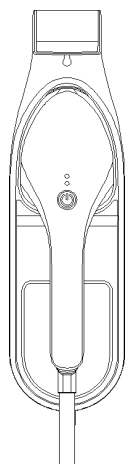

Figura 1
1. Coloque el soporte horizontalmente sobre la mesa (Figura 1). El soporte también se puede fijar a la pared con un tornillo o colgarlo directamente en el palo (o barra) del closet o armario de ropas (Figura 2).